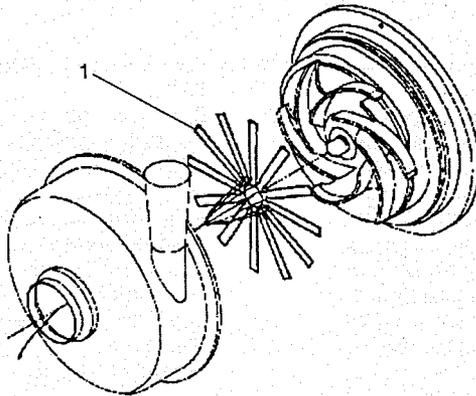

Fig. 4
4.3.6 For at sikre den rigtige afstand mellem pumpehus og løbehjul - 0,5 mm - anbringes nu den stjerneformede afstandsskive -Pos.1 Fig 4 - ind over løbehjulsmøtrikken så den ligger an mod løbehjulets vinger. Se Fig 4
4.3.6 In order to secure the right distance between the pump housing and the impeller - 0,5 mm - the starshaped adjusting washer - Item.1 Fig 4 - is placed over the impeller nut so that it is resting against the impeller vanes. See Fig 4.
4.3.6 Um den richtigen Abstand zwischen Pumpegehäuse und Laufrad - 0,5 mm - zu sichern, wird jetzt die sternförmige Abstandscheibe, - Pos.1 Fig 4 - über die Laufradmutter eingelegt, so dass sie gegen die Flügel des Laufrades liegt. Siehe Fig.4.